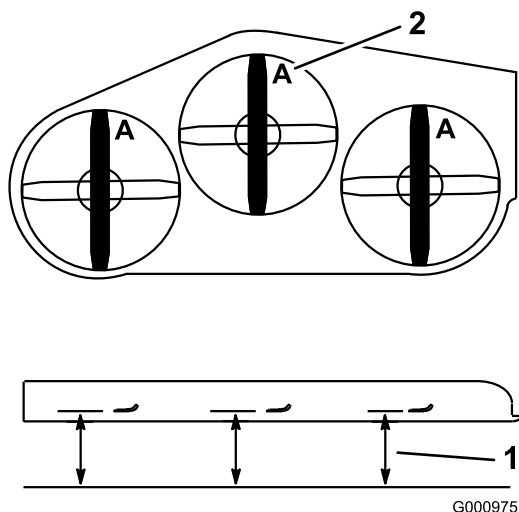

Figura 77
3. Gire las cuchillas hasta que los extremos estén orientados hacia adelante y hacia atrás. Mida desde una superficie nivelada hasta el filo de corte, posición A, de las cuchillas (Figura 77). Anote esta dimensión.